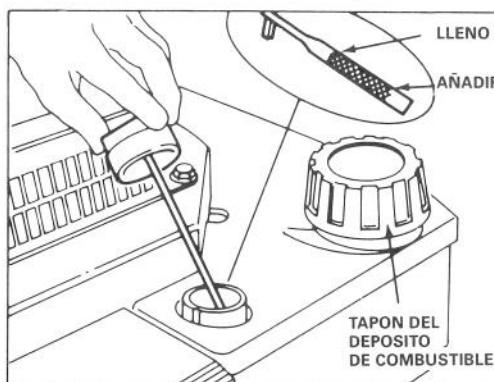

Figura 6
3. Limpiar la varilla e introducirla en la boca de llenado. Girar el tapón a derechas 1/4 de vuelta. Luego sacar la varilla y comprobar el nivel de aceite (Figura 6). Si el nivel es bajo, añadir solamente el aceite suficiente para elevar el nivel hasta la marca FULL (LLENO) de la varilla. NO LLENAR POR ENCIMA DE LA MARCA FULL (LLENO) PORQUE SE PUEDE AVERIAR EL MOTOR AL ARRANCARLO. VIERTA EL ACEITE LENTAMENTE.
1. Limpiar alrededor del tapón de combustible y quitar el tapón (Figura 6). Llene el tanque con gasolina sin plomo hasta una distancia de aproximadamente 1,3 cm (1/2 pulg.) desde la parte superior del tanque.